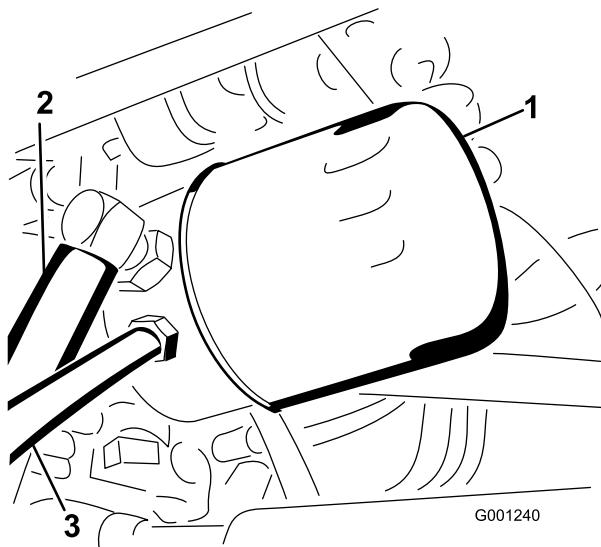

Figura 71
4. Limpe a zona em redor do filtro de óleo hidráulico e retire o filtro (Figura 71).